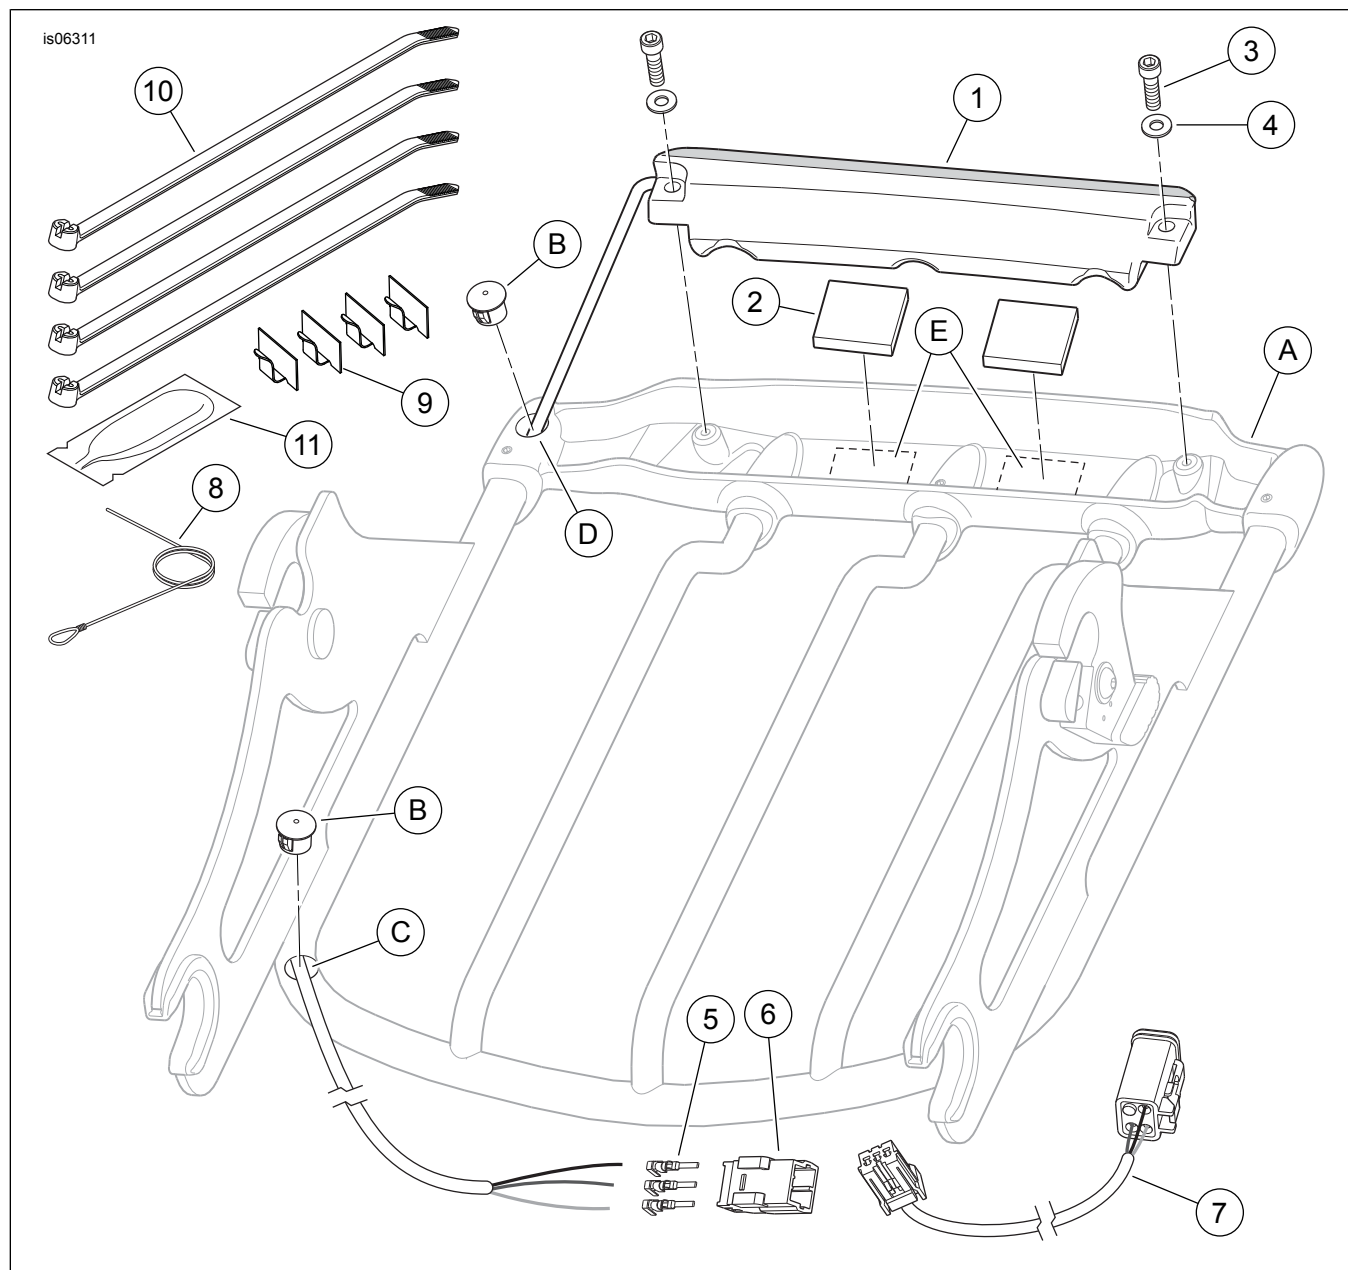

Figura 3. Parti di ricambio, kit luce portabagagli rimovibile Air Wing
Vedere Figura 3 e Tabella 1.
1. Se non fosse già collocato, installare il kit bulloneria di ancoraggio rimovibile, secondo le istruzioni riportate in **quel** kit. Vedere Figura 3. Se installato, rimuovere il portabagagli rimovibile Air Wing (A) dal veicolo e collocarlo capovolto sulla superficie di lavoro.
2. Rimuovere i tappi di plastica neri (B) dai fori sulla parte anteriore e posteriore della guida sinistra.
3. Inserire l'estremità con il cappio del filo guida a monofilamento in nylon (8) nel foro anteriore (C) della guida, estraendolo dal foro posteriore (D). Lasciare che il cappio diritto resti all'esterno del foro in posizione avanzata.
4. Fissare bene i tre fili del gruppo luce (1) al cappio del filo guida. Tirare con cautela il cappio diritto del filo guida per trascinare i fili e la tubazione termoretrattile nella guida e attraverso di essa, e quindi estrarli dal foro anteriore. Staccare i fili della luce dal filo guida.
6. Staccare il rivestimento (4) da **un lato** della superficie adesiva di un cuscinetto (2). Collocare con cautela il cuscinetto sulla superficie superiore della luce (1), tra le tacche di posizione e premere per insediare. Ripetere queste operazioni con il secondo cuscinetto.
7. Vedere Figura 3. Staccare il rivestimento restante da entrambi i cuscinetti, quindi installare la luce sulla barra trasversale posteriore con due viti ad esagono incassato (3) e rondelle piatte (4), estraendo il cablaggio dal foro più avanzato (C) mentre viene insediata la luce. Serrare le viti a fondo.